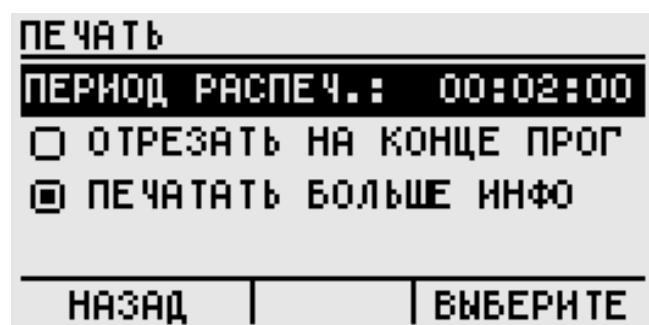

Рис. 48
- (1) Заголовок программы
- (2) Заголовок сегмента
- (3) Начало сегмента – разгон до температуры
- (4) Актуальная температура в данное время
- (5) Минимальное, среднее и максимальные значения температуры, зарегистрированные в течение интервала печати – см. также печать дополнительной информации (рис. 48)
- (6) Начало сегмента – регулирование температуры
- (7) Запись чрезвычайных событий